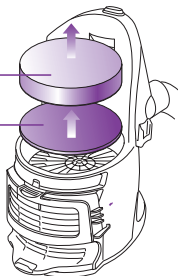

Fig. 11
- 2 Enlevez les filtres pré-moteur à partir du dessus du socle du moteur. (fig. 11)